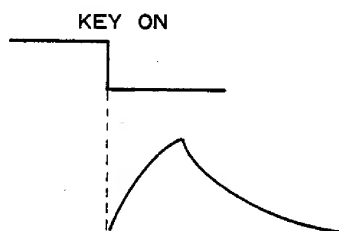

図14-1
- a) ATTACK(PVR17)、DECAY(PVR18)、RELEASE(PVR20)をS、SUSTAIN(PVR19)を0にして、Key ONした時TP42に図14-1の波形が得られる事